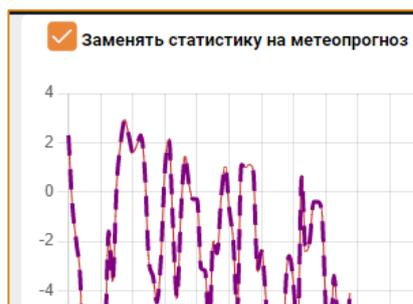

Рис. 112 – Заменять статистику на метеопрогноз
- В случае, если на краткосрочных прогнозах необходимо заменять усредненные статистические данные данными с метеоисточников, то над графиком **Прогноза температуры** необходимо установить галочку в чек-боксе **Заменять статистику на метеопрогноз** (Рис. 112).